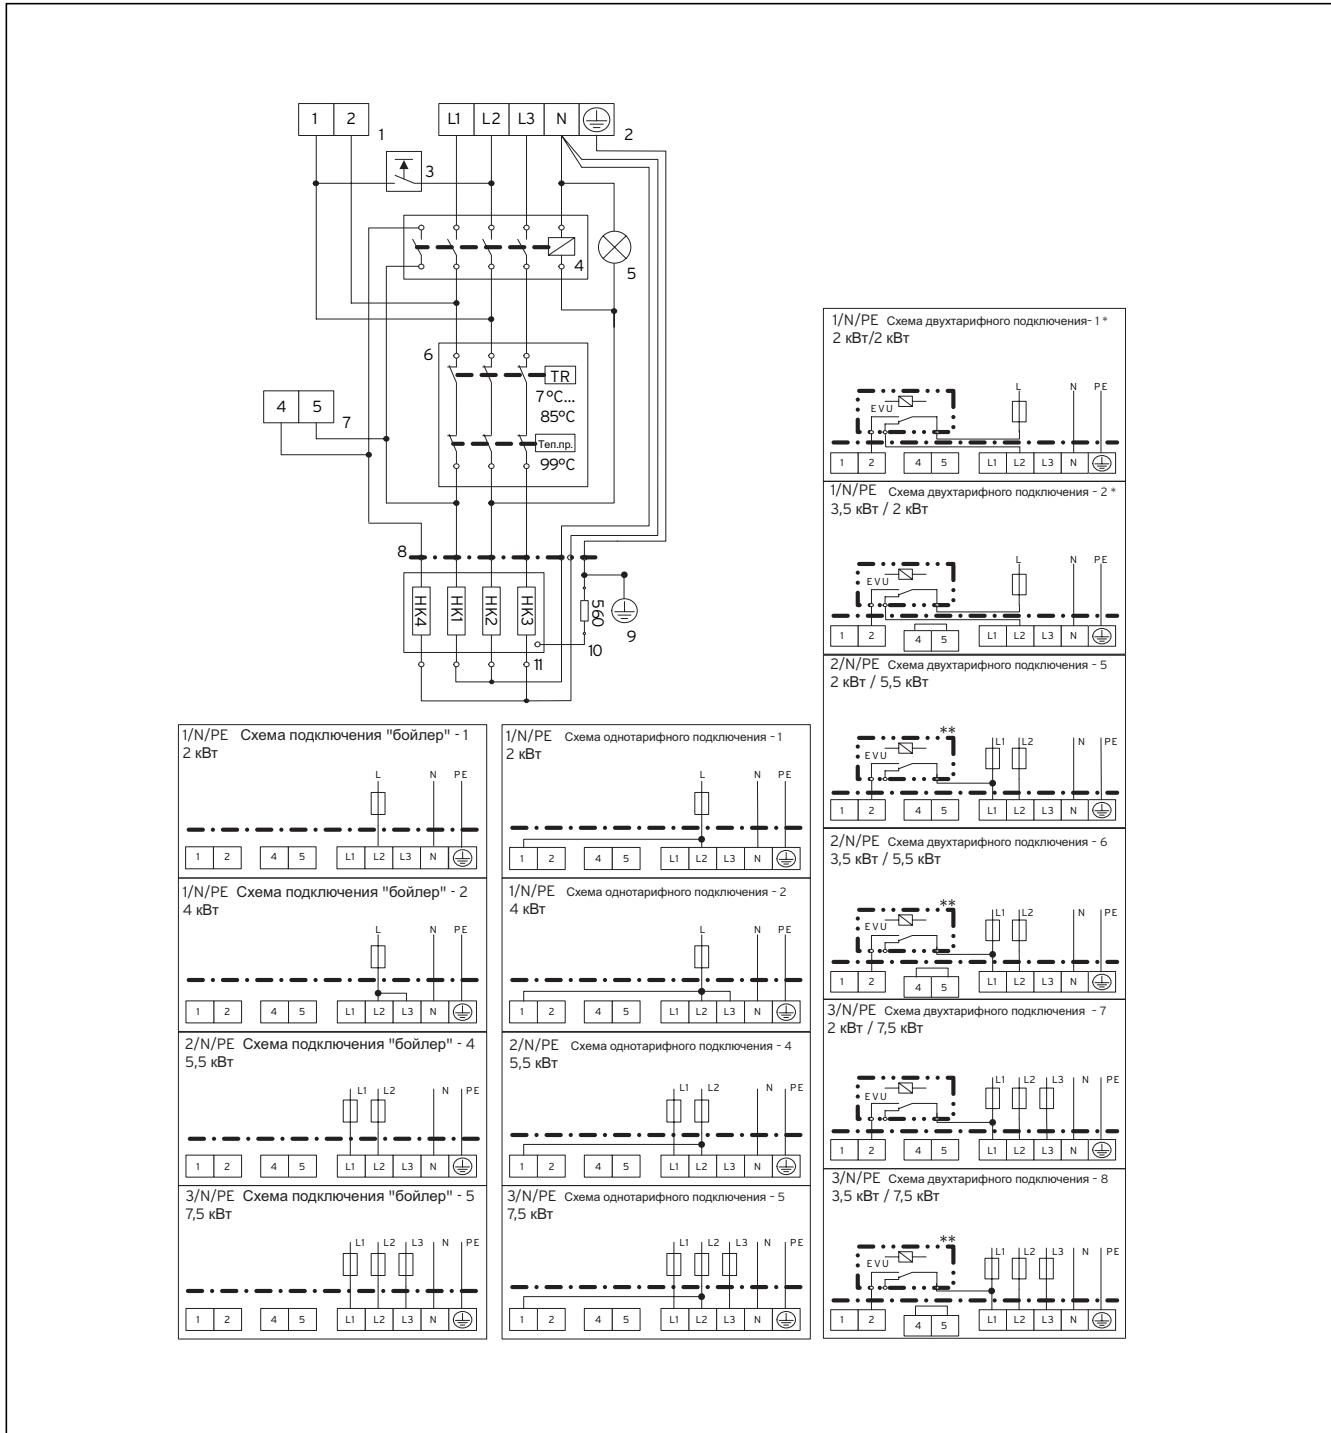
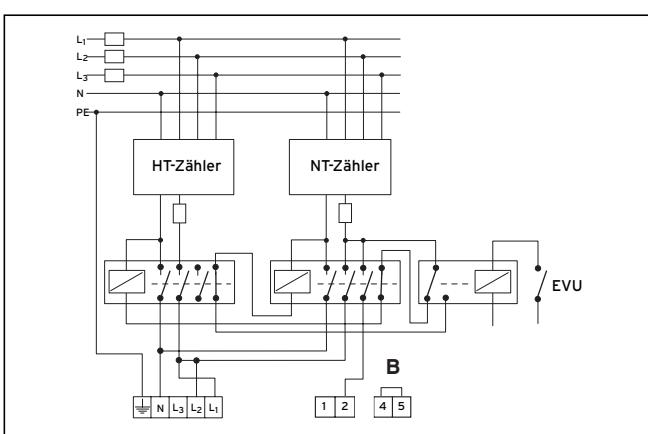
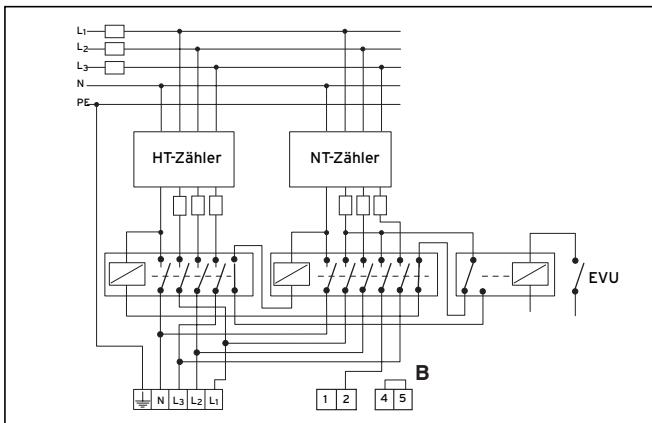

Рис. 8.1 Обзор схемы соединения для eloSTOR
Рис. 8.2 Однофазное подключение
Рис. 8.4 Трехфазное подключение
- Выполните соединительную электропроводку для указанной в таблице 8.1 мощности согласно соответствующим схемам соединения на рис. 8.1 и рис. 8.2 - рис. 8.4.
**Соблюдайте схему соединений (см. рис. 8.1). Для схемы однотарифного подключения требуется перемычка (1,5 мм2) между L2 и клеммой 1. Для схемы двухтарифного подключения установите управляющий кабель на клемму 2. При схеме подключения "байпас" управляющих линий не требуется.**
При схеме двухтарифного подключения для схем подключения с низким тарифом можно подключать контакт сигнала предприятия энергоснабжения в соответствии со схемами соединений, приведенных на рис. 8.2 - 8.4. Это гарантирует включение основной нагрузки предприятием энергоснабжения.